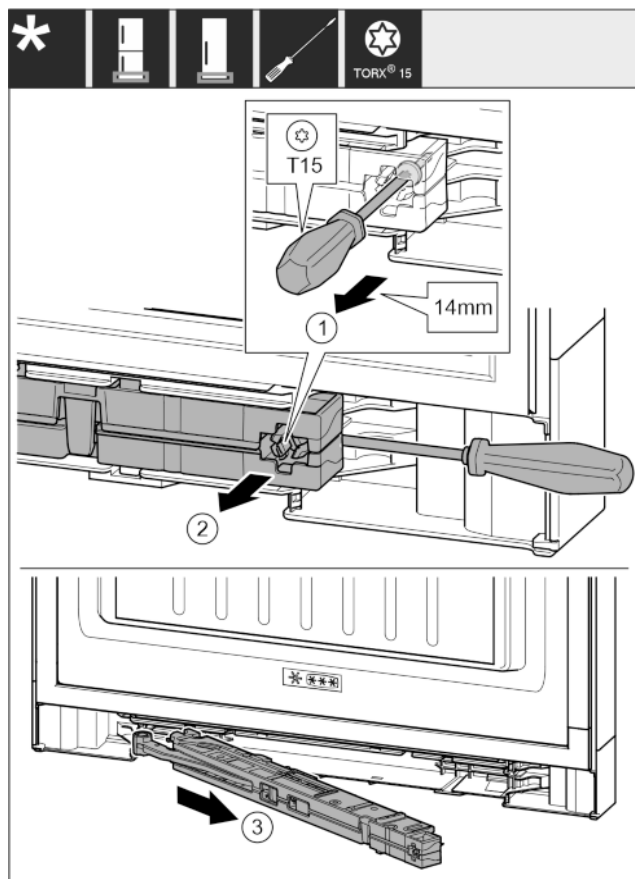

Fig. 14
- ▶ Schroef op de sluitdemperseenheid met schroevendraaier T15 ca. 14 mm losdraaien. Fig. 14 (1)
- ▶ De schroevendraaier aan de kant van de greep achter de sluitdemperseenheid aanbrengen. Eenheid naar voren draaien. Fig. 14 (2)
- ▶ Eenheid eruit trekken. Fig. 14 (3)